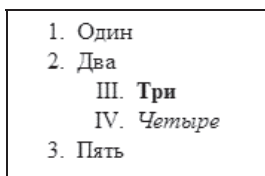

Рис. 9.4
3. Какой HTML-код будет соответствовать фрагменту внутри рамки (рис. 9.4)?